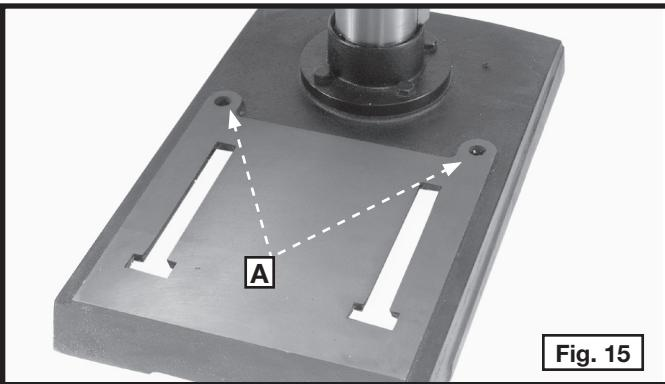

Fig. 15
Si la máquina tiende a volcarse, deslizarse, o "caminar" sobre la superficie de soporte, debe sujetar la base de la máquina a la superficie de soporte con un tornillo de cabeza alomada M8x1.25 x 125 mm, una arandela plana de 8.5 mm, una arandela de seguridad de 8.5 mm, y una tuerca de cabeza hexagonal M8x1.25 a través de cada uno de los dos agujeros (A) Fig. 15.